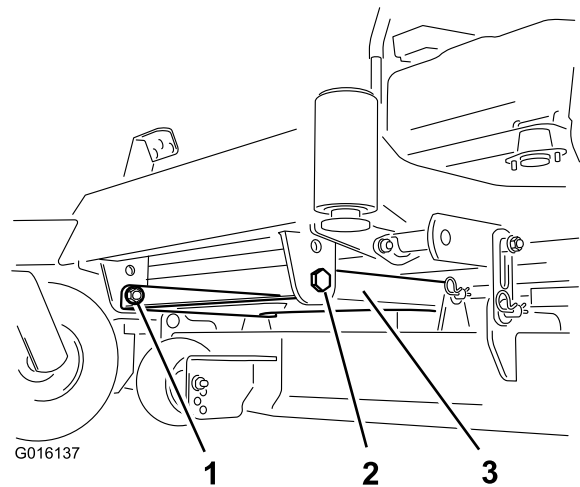

Figure 5
1. Retirez les 2 écrous et les 2 boulons qui fixent l'avant du carter du tablier de coupe (Figure 5).